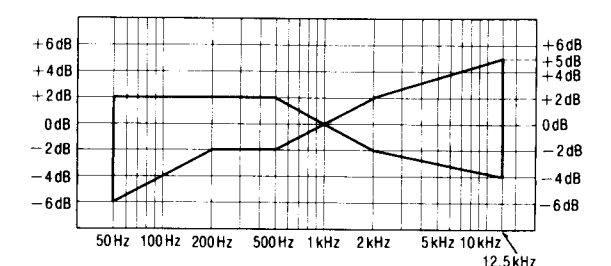

Fig. 8
6. Después de eso, incrementar la señal grabada en la cinta virgen CrO₂ (QZZCRX) y la cinta virgen metálica (QZZCRZ) hasta 12,5kHz y ajustar de la misma manera como mencionado arriba y comprobar que el nivel de frecuencia esté dentro de la gama mostrada en la Fig. 8.